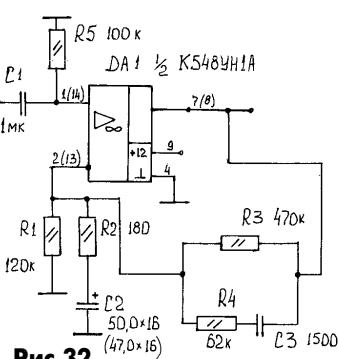

Рис.32
Что касается практического использования K548УН1, то на **рис.32** показана схема усилителя воспроизведения для магнитофона, АЧХ которой удовлетворяет стандарту NAB.
На принципиальной схеме (см. рис.32) эта особенность отражена наличием резистора R_5 . Если большинство экземпляров K548УН1А работоспособны и без этого резистора, то K548УН1Б теряет работоспособность. Это вызвано тем, что постоянный потенциал вывода 7 (8) становится в отсутствие этого резистора нерегулируемым и равным чаще всего величине U_p .